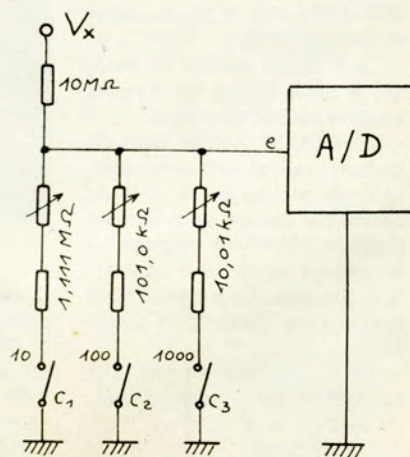

Fig. 9. – Atténuateur à résistances/parallèles.
b) **Résistances parallèles** (voir figure 9)